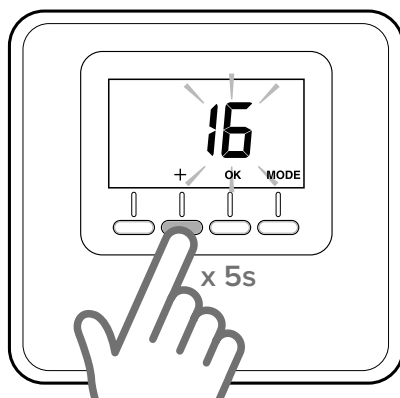

Fig. 14
- Apăsăți timp de 5 secunde tasta “+” de pe senzorul de mediu (Fig. 14). Ecranul arată, alternativ, versiunea de software și sumarul modificării.